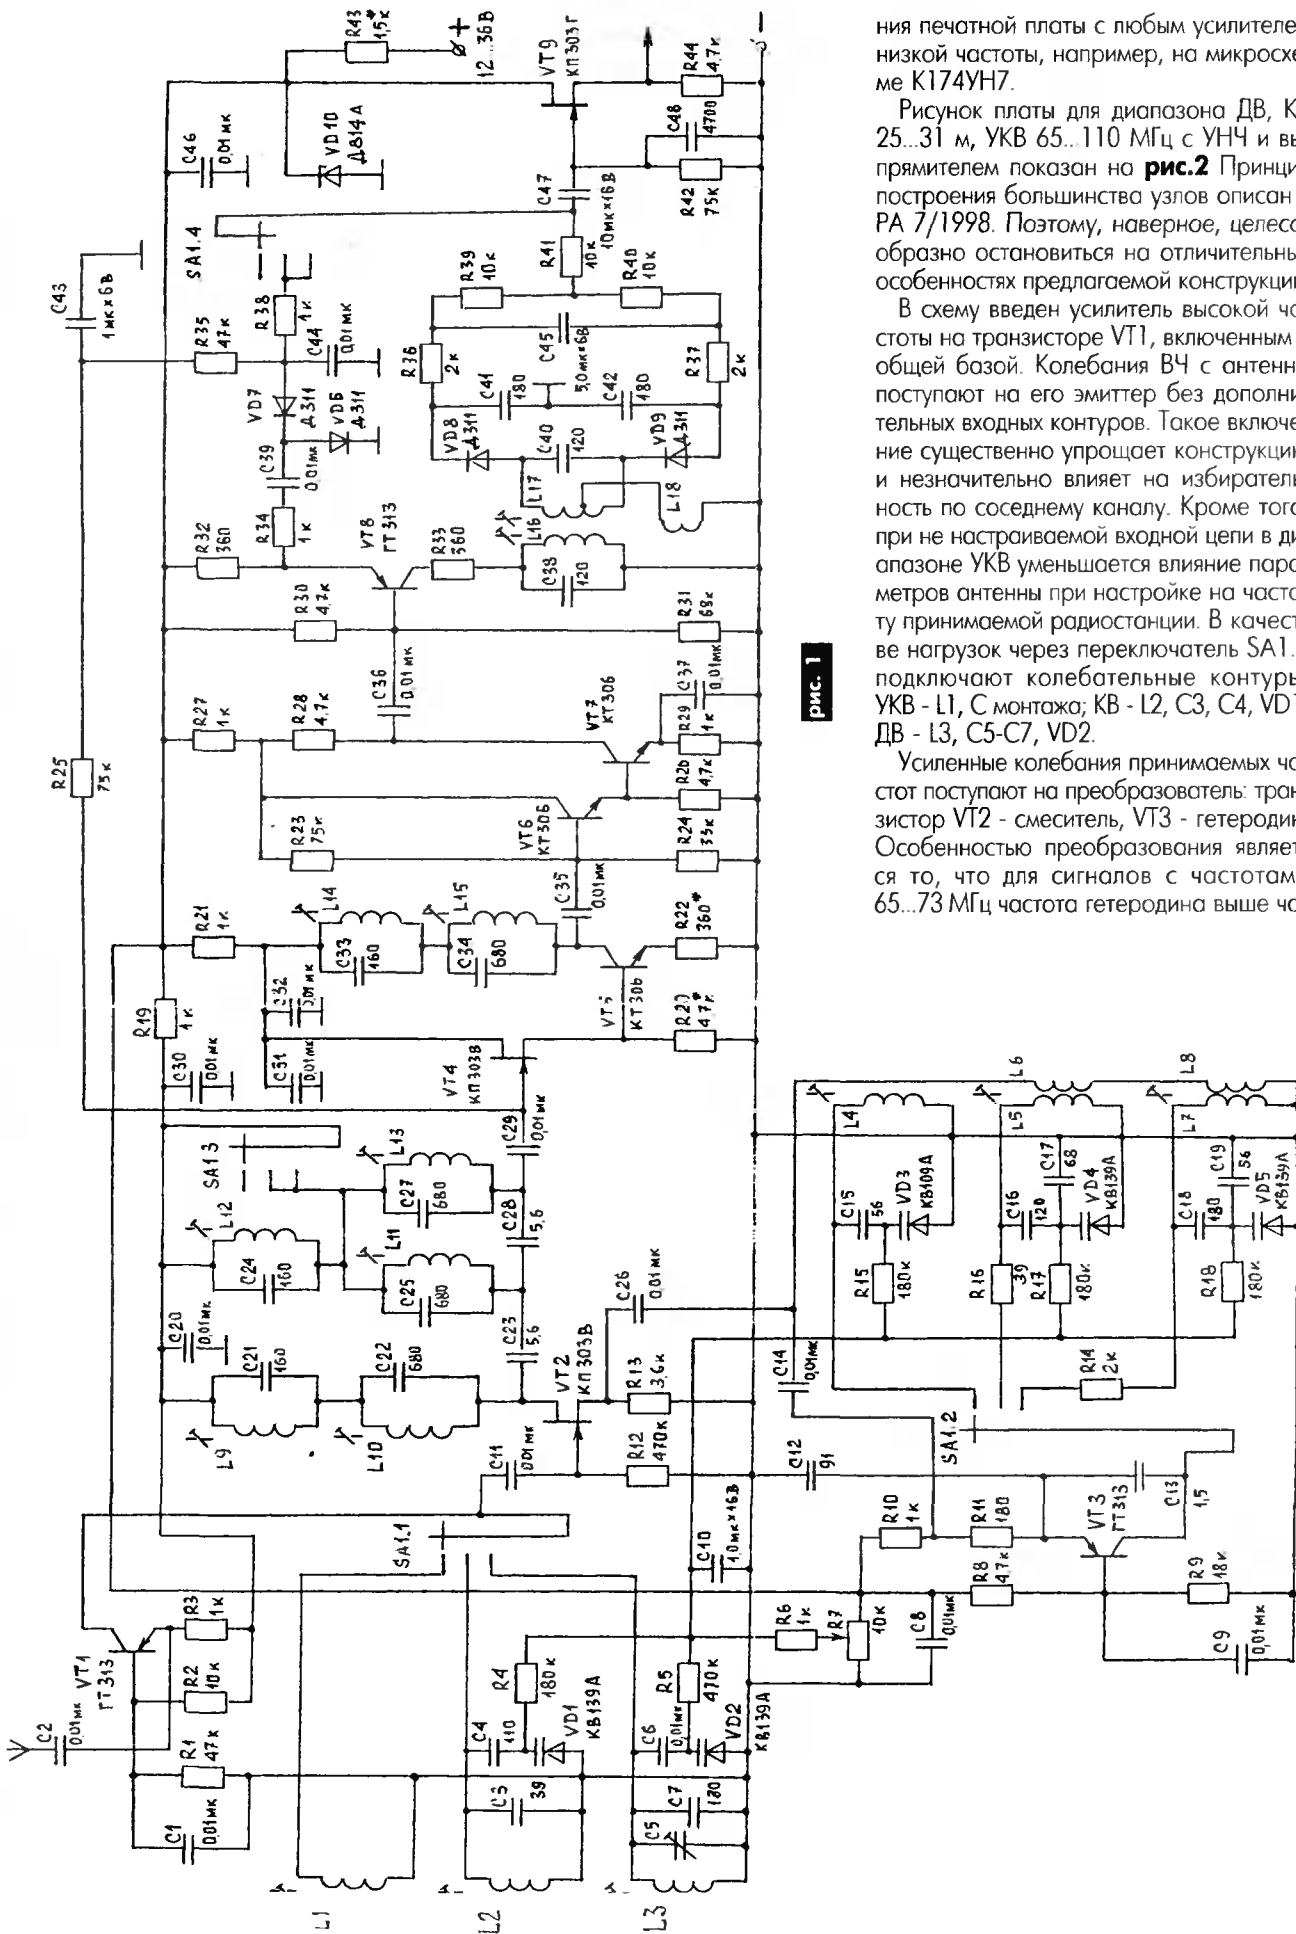

рис. 1
4. В тексте ничего не сказано о настройке чувствительности индикатора: какому $U_{вх}$ соответствует "0" дБ? Этот момент очень важен, так как MC TA7630P имеет ограниченную перегрузочную способность по входу и при $U_{вх} > 0,5$ В происходит резкий рост уровня гармоник (см. рис. 1 на с.15).
Чувствительность любого приемного устройства в большей степени зависит от его тракта высокой частоты (ВЧ) и ограничивается коэффициентом устойчивого усиления. Повысить усиление можно за счет увеличения числа каскадов, эффективного применения обратных связей и рационального монтажа. Доработанная с учетом таких факторов схема тракта ВЧ показана на рис.1. Его универсальная конструкция позволяет строить приемники АМ или ЧМ, или комбинированные АМ, ЧМ без измене-